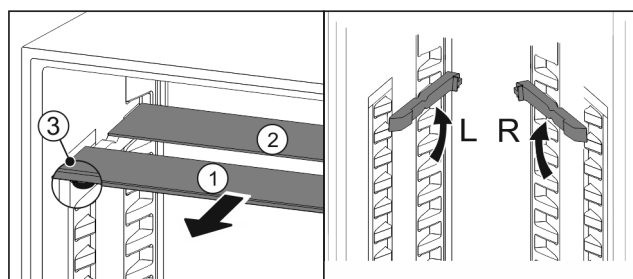

Fig. 73
- ▶ Vytiahnite sklené dosky jednotlivo dopredu Fig. 73 (1).
- ▷ Sklená doska Fig. 73 (1) s ozdobnou lištou leží vpredu.
- ▷ Zarážky Fig. 73 (3) ukazujú nadol.